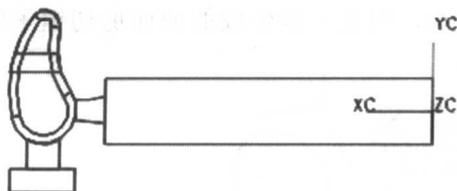

图 1-31 移动坐标系
(1) 把坐标系移动到手柄末端的圆心上，单击鼠标右键改变视图为主视图。利用 **WCS**→**Rotate** 绕+Yc 轴旋转+90°，得到如图 1-31 所示结果。